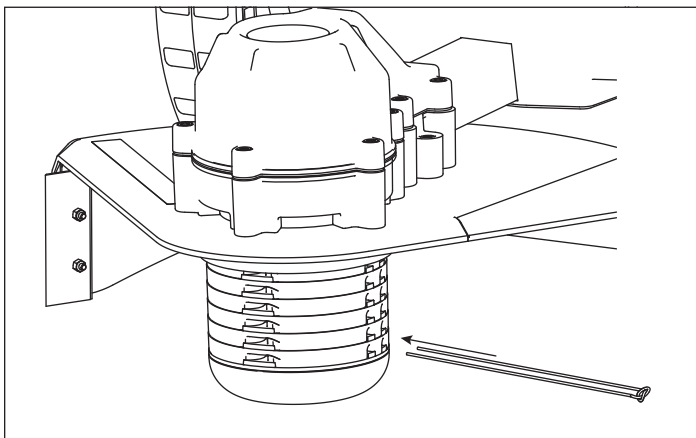

Figura 3
4. Pase cada uno de los extremos en los juegos de orificios a la altura de corte deseada. La altura de corte se determina con los orificios en los que se inserta el hilo de corte. **CONSULTE LA FIGURA 3.**